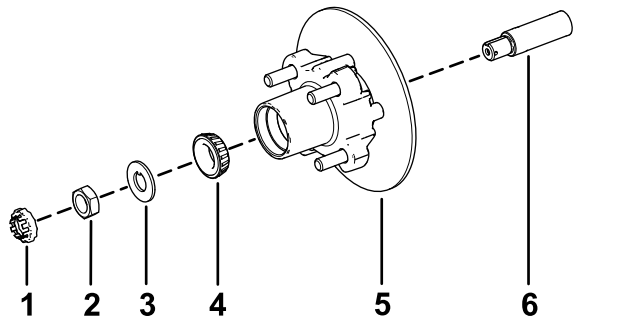

Bild 37
1. Fetten Sie die Spindel leicht mit der angegebenen Fettsorte ein (Bild 37).
2. Montieren Sie die Radnabe und den Drehzylinder an der Spindel mit dem Drehzylinder innen (Bild 37).
3. Montieren Sie das Außenlager an der Spindel und setzen das Lager auf den äußeren Lagerring (Bild 37).
4. Legen Sie die Nasenscheibe auf die Spindel (Bild 37).
5. Schrauben Sie die Spindelmutter auf die Spindel und ziehen Sie die Mutter auf ein Drehmoment von 15 N·m an, während Sie die Radnabe drehen um das Lager zu fixieren (Bild 37).
2. Fluchten Sie die Bremsbeläge mit jeder Seite des Drehzylinders (Bild 33) und die Löcher in der Bremsbackenhalterung mit den Löchern im Bremsenhalter des Spindelrahmens aus (Bild 37).